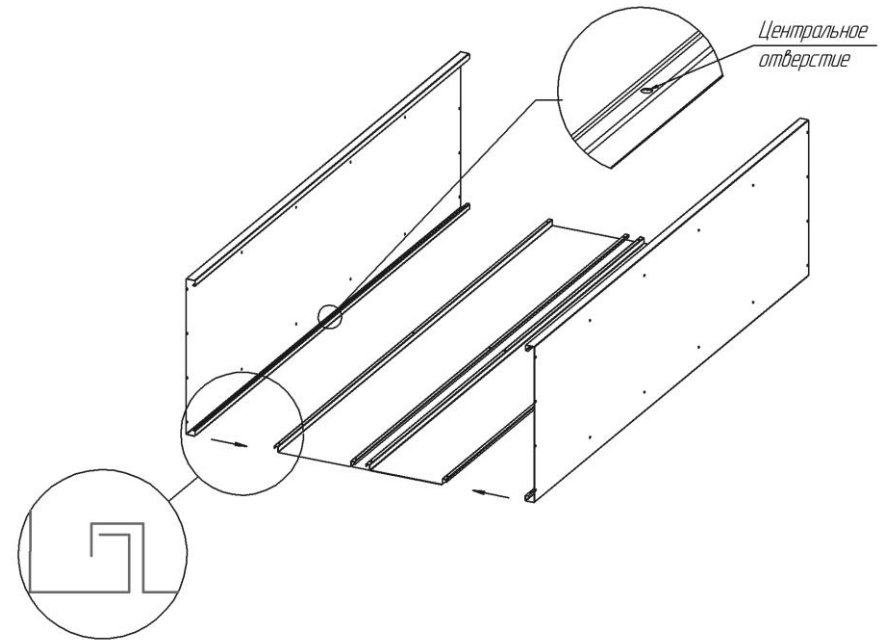

Рис.2
- 7.2. Соединить боковины и заднюю часть шкафа с помощью заклепок через центральные отверстия в задних стенках (крайнее не приклепывать) (Рис.2).